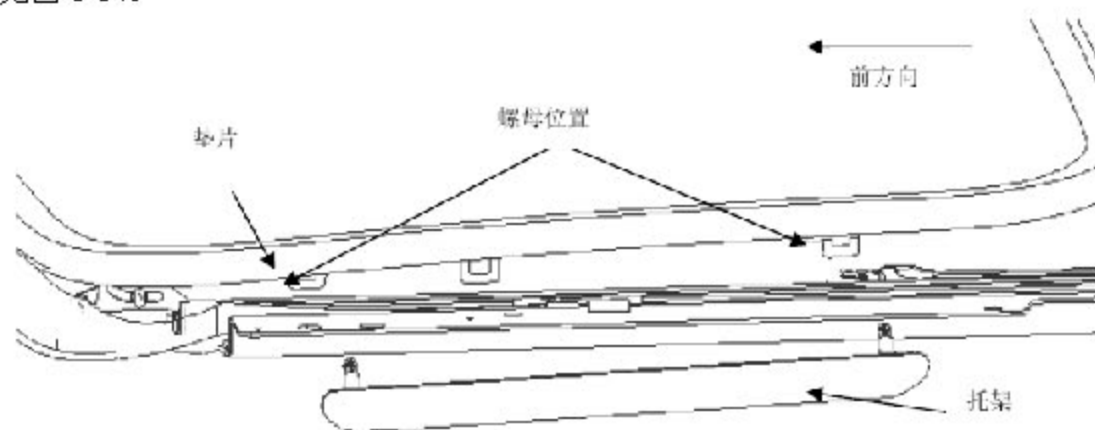

图 8-84 拆托架及螺母
- 3).卸下塞盖和螺钉,然后拆下两个托架盖,最后将螺母和垫片从玻璃托架上拆下,见图 8-84。